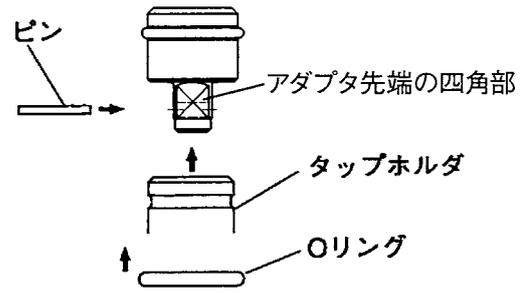

図 14
- (2) タップホルダに付属しているOリングを外してからピンを抜き、アダプタ先端の四角部とタップホルダの四角穴を合わせた後、ピンを再度入れ、Oリングで止めてください。(図14)